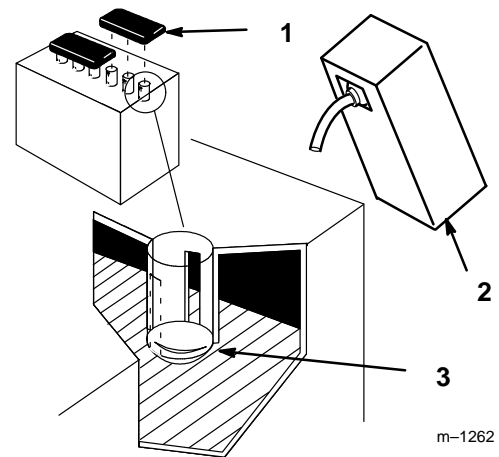

Figure 2
2. Enlever les bouchons de remplissage de la batterie et remplir lentement chaque élément jusqu'à ce que l'électrolyte atteigne le bas du tube (Fig. 2).
5. Rajouter lentement de l'électrolyte dans chaque cellule pour ramener le niveau à la marque SUPÉRIEURE de remplissage (Fig. 2) et reposer les bouchons de remplissage.